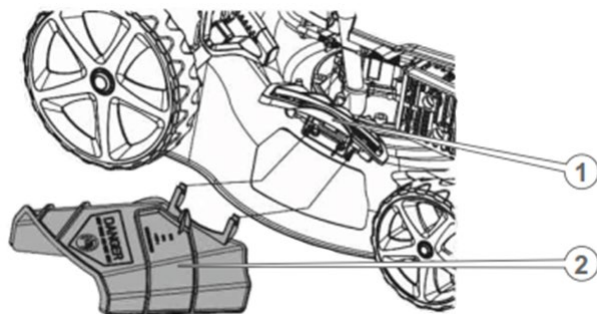

Рисунок 9. Схема під'єднання напрямної бокового викиду трави.
1. Підняти кришку бокового викиду різального блока (1, рис. 9).
2. Під'єднати до корпусу (деки) різального блока напрямну бокового викиду (2, рис. 9).